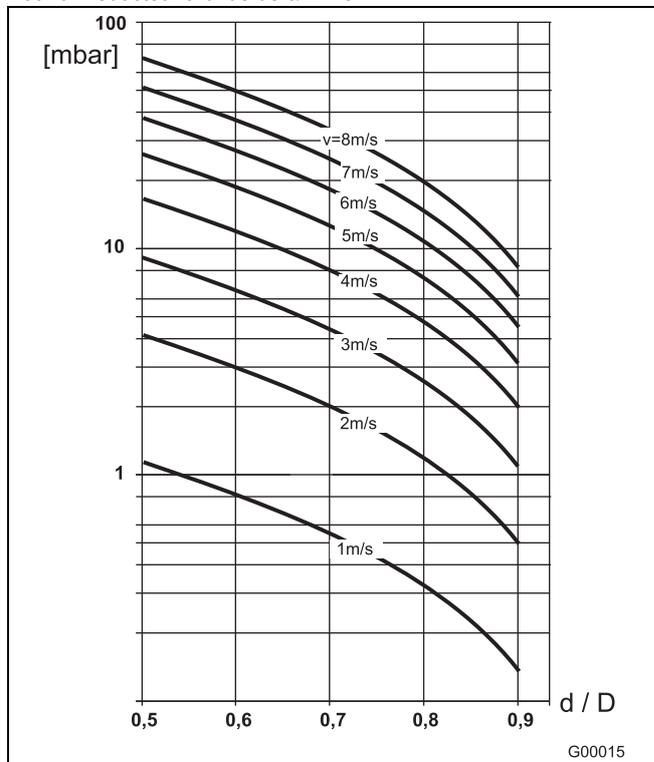

Fig. 24
- Relevez la vitesse d'écoulement sur le nomogramme des débits (Fig. 24).
- Lisez la perte de pression sur l'axe Y de la Fig. 24.